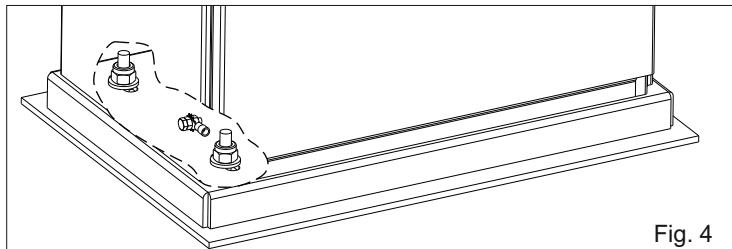

Fig. 4
4.1. Fijar el motorreductor a la placa de fundación regulando la posición lateral, Fig. 4, para respetar las cotas mencionadas en Fig. 2.